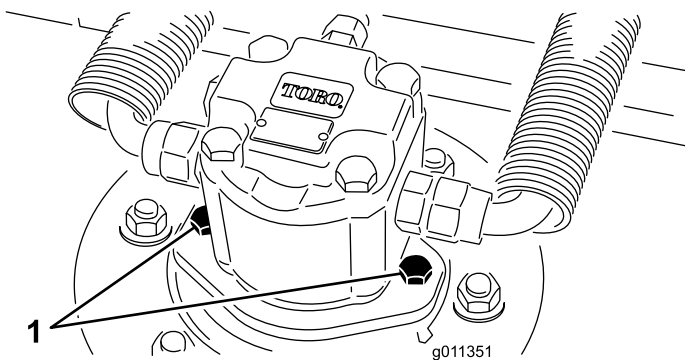

図 10
2. デッキから油圧モータを外す (図 10)。異物につかないように、スピンドル上部にはカバーを掛けておく。
4. デッキに油圧モータを取り付ける (図 10)。Oリングを忘れずに、また、損傷させないように注意して取り付ける。